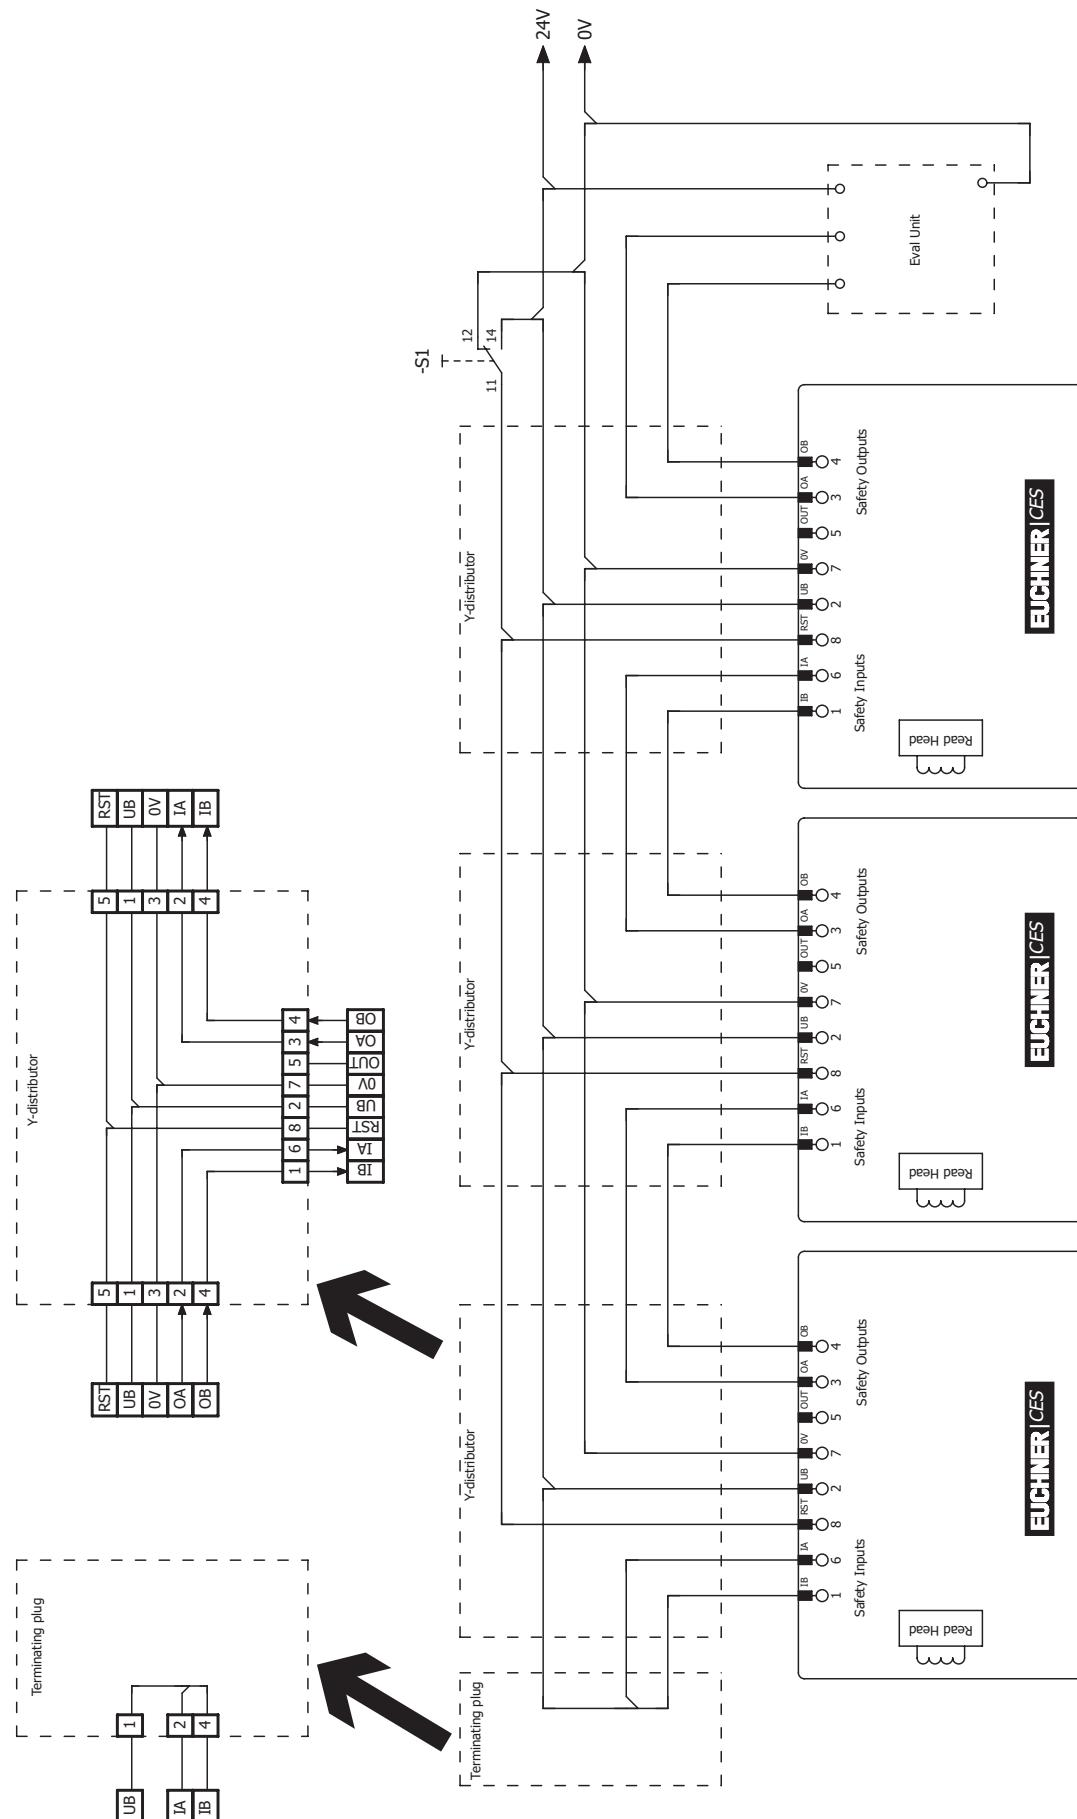

Fig. 4 : Exemple de raccordement pour montage en série avec réinitialisation et inverseur
- Il faut utiliser un signal commun pour tous les interrupteurs en série. Cela peut être un inverseur ou encore la sortie d'une commande / d'un automate. Un bouton ne convient pas car la réinitialisation en cours de fonctionnement doit toujours être sur GND (voir l'interrupteur S1 sur la Fig. 4 à la page 19).
Pour cela soit possible, l'entrée RST doit être connectée comme indiqué sur la Fig. 4 à la page 19.